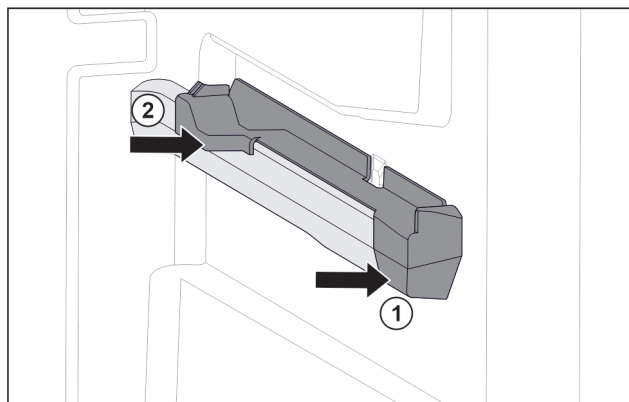

Fig. 154 Вставная часть на правом контейнерном ребре
- ▶ Наденьте вставную часть спереди на контейнерное ребро. Fig. 154 (1)
- ▶ Нажмите на вставную часть сзади. Fig. 154 (2)